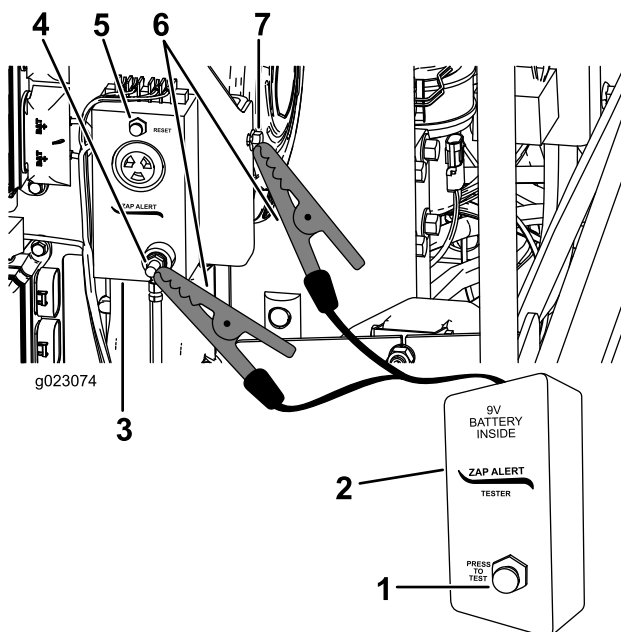

Рисунок 63
3. Подсоедините зажим типа «крокодил» с тестера Zap-Alert к шпильке заземления на системе Zap-Alert (Рисунок 63).
5. Нажмите кнопку проверки на тестере системы Zap-Alert (Рисунок 63).
6. Нажмите кнопку сброса системы Zap-Alert, чтобы остановить предупреждающие сигналы (Рисунок 63).